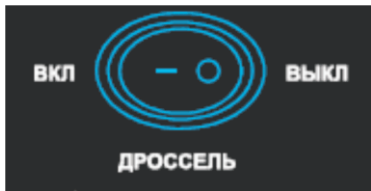

Рис.15
3. Переключатель дросселя должен находиться в положении «Выкл.» (рис.15).